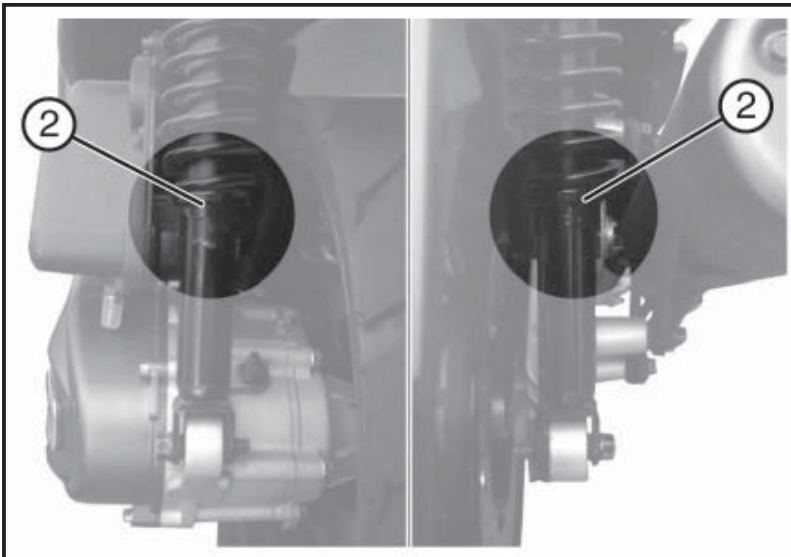

Fig. 02
4.26 REGLAGE AMORTISSEURS (Fig. 02)